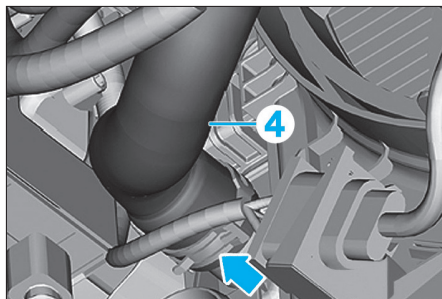

FIG. 89
- Débrancher la durit inférieure du radiateur de refroidissement (4) (Fig.89).